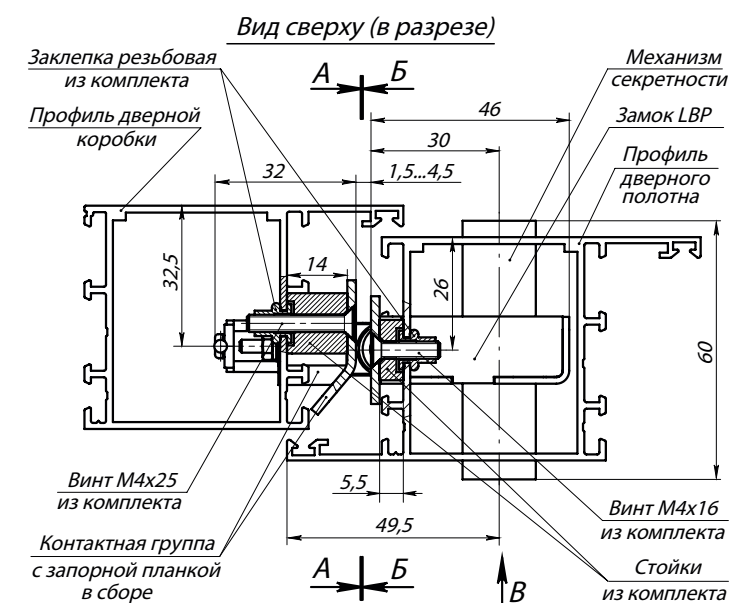

Рис. 3. Замок с контактной группой PERCo-BP2 в сборе (виды А, Б и В изображены на установочных шаблонах)
- профили дверного полотна AGS68_6863, AGS50_5213 и профили дверной коробки: AGS68_6864, AGS50_5215 (ООО «Агрисовгаз»), или аналогичные им по своему сечению (см. рис. 3).
4. Для замка с запорной планкой PERCo-BP2. Установите замок (1) в заранее подготовленный паз в профиле дверного полотна. Подложите под точки крепления замка стойки из комплекта поставки, после чего закрепите замком винтами M4x16 (5) (см. рис. 3).